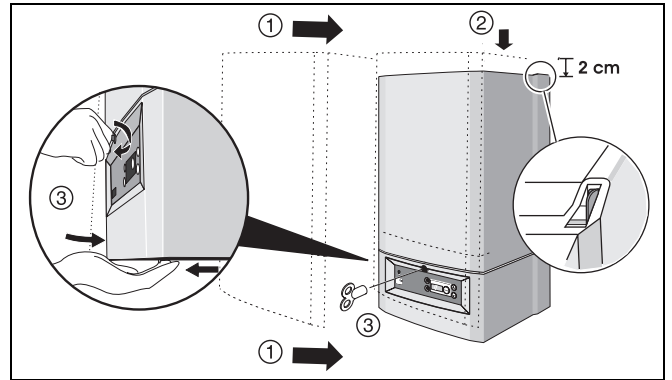

Fig. 37 Montarea carcasei
- Se montează carcasa și șurubul de siguranță se poziționează pe "închis" prin intermediul cheiței de la calorifer (Fig. 37).
- A doua plăcuță de identificare se lipește pe partea frontală sau laterală a mantăii (Fig. 37).
- Se montează mantaua și se rotește șurubul de siguranță cu cheia de la calorifer în poziția "închis" (Fig. 37).